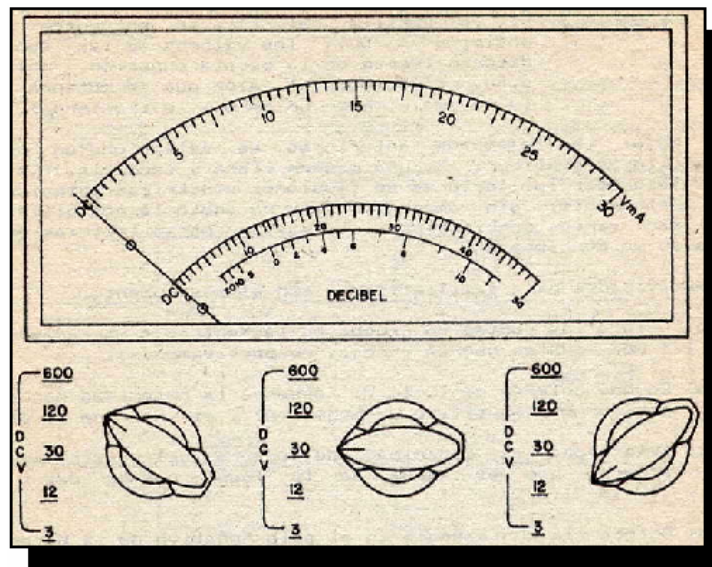

Figura VI.2 Escalas del voltímetro de CD.
- c) Antes de indicar las mediciones de las tensiones eléctricas, es necesario entender como y donde leer, el valor de la tensión que va a medirse. (observa la figura VI.2)